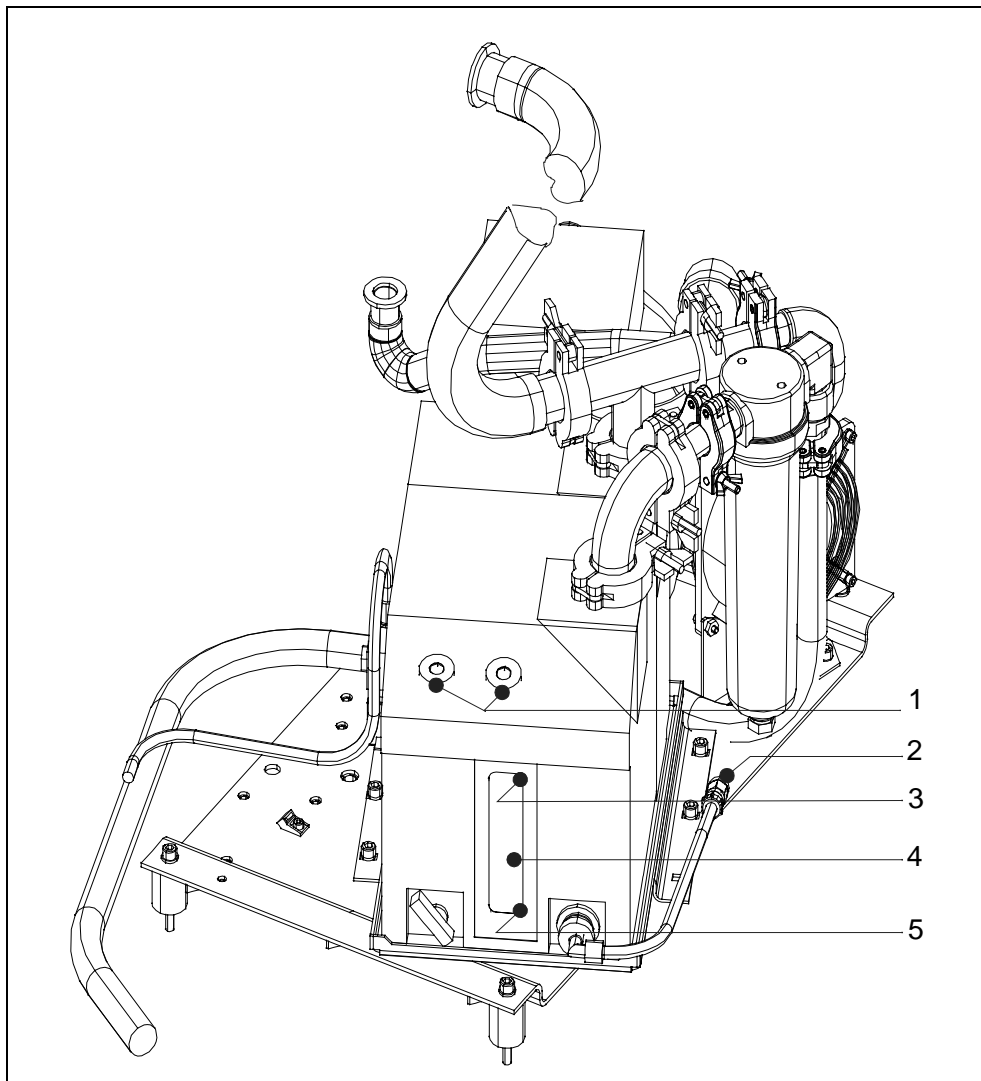

Fig. 9-6 Cambio olio D16 B
Vedere Fig. 9-6/3-5.
- Svitare la vite di scarico dell'olio sulla parte terminale del tubo Fig. 9-6/2 con una chiave esagonale cava da 5 mm. Usare la chiave fissa da 13 mm per trattenere l'avvitamento.
- Svitare la vite del riempimento dell'olio Fig. 9-6/1 dall'apertura di riempimento e aggiungere olio nuovo fino al livello max. Il livello max. è di 0,8 l.